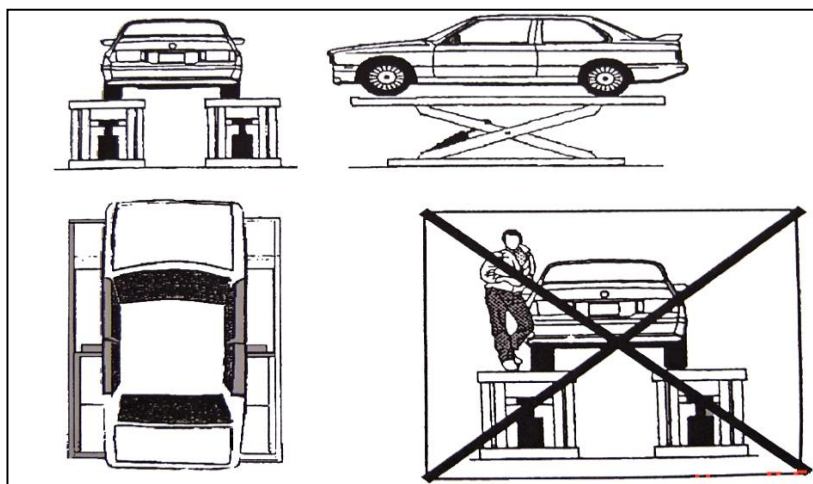

Рисунок 7
-убедитесь, что транспортное средство находится в правильном положении. правильно (Рисунок 7).
— Убедитесь, что на платформах нет людей во время подъемов и спусков, а также во время стояния (Рисунок 7).